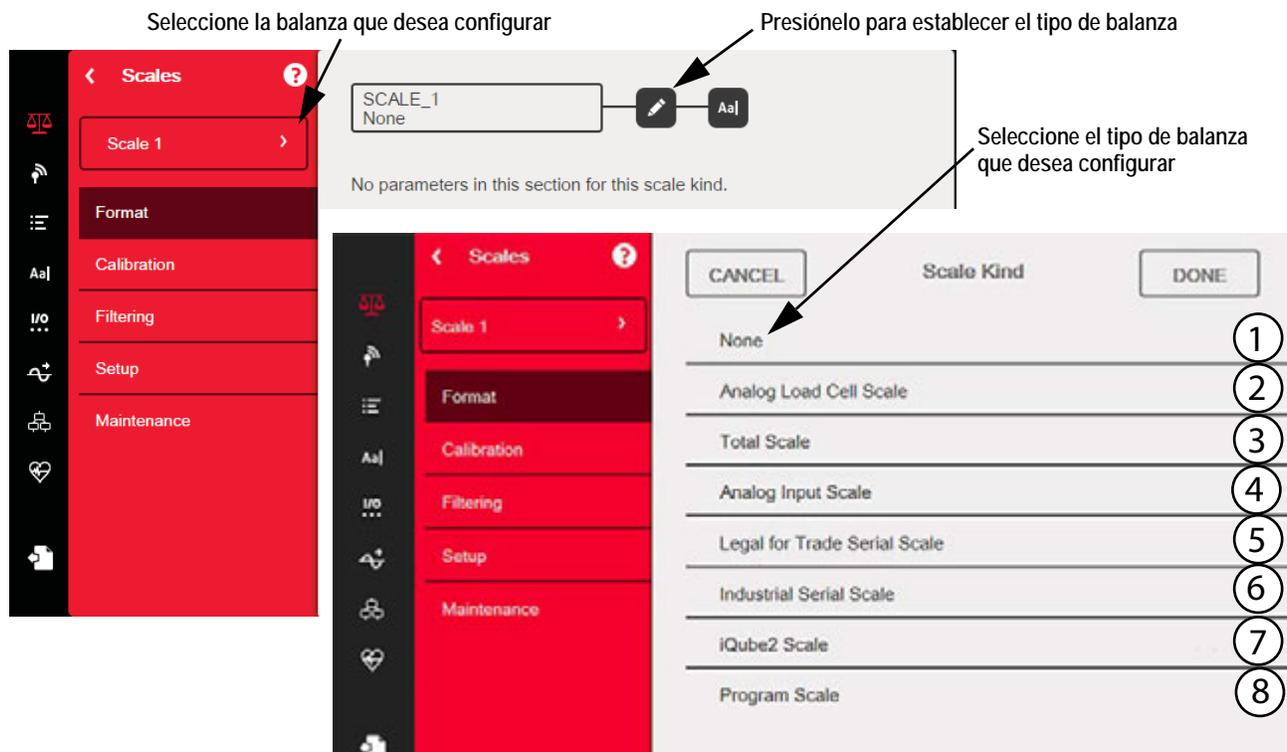

Imagen 4-1. Selección del tipo de balanza
En el menú *Configuration (Configuración)*, seleccione el ícono **Scales (Balanzas)**  (encerrado en un círculo en la Imagen 4.1) para acceder al menú *Scales (Balanzas)*. Una vez que haya terminado de configurar todos los parámetros, presione  para regresar al modo de pesaje.
1. Seleccione la balanza (1 a 8) que desea configurar del menú desplegable que se indica en la Imagen 4-1.